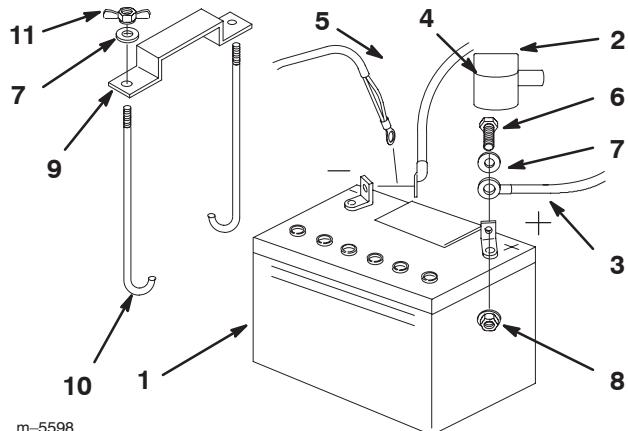

Figure 64
1. Placez la batterie dans son support en tournant les bornes vers le moteur (Fig. 64).
4. Fixez les câbles à l'aide de 2 boulons (1/4 x 3/4 pouce), 2 rondelles (1/4 pouce) et 2 contre-écrous (1/4 pouce) (Fig. 64).
6. Fixez la batterie en position avec des boulons en J, une barrette de maintien et 2 rondelles (1/4 pouce), ainsi que 2 écrous papillons (1/4 pouce) (Fig. 64).
4. Débranchez d'abord le câble négatif et le câble de masse de la borne négative (-) de la batterie (Fig. 64).
5. Ôtez le capuchon rouge de la borne positive (rouge) de la batterie. Retirez ensuite le câble positif (rouge) de la batterie (Fig. 64).
6. Retirez les deux écrous papillons (1/4 pouce) qui fixent la barrette de maintien de la batterie (Fig. 64).